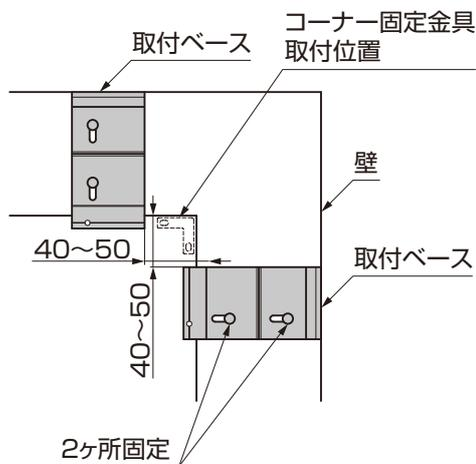

図8-3
- コーナー部にはカットした取付ベースが2個必要になります。(図8-3参照)
- コーナー部の取付ベースは1個につき2ヶ所を固定してください。(図8-3参照)
- 取付ベース固定時は、コーナー固定金具と干渉しないように、壁内角コーナー部より40~50mmの範囲に取付けてください。(図8-3参照)